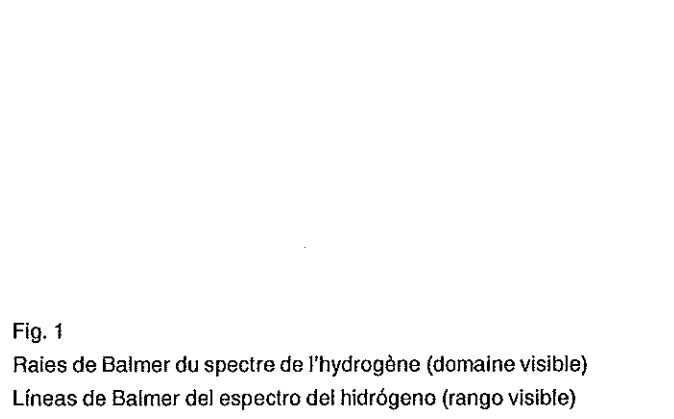

Fig. 1
4. Lors de la toute première mise en service, on remarque, en plus du spectre de raies intenses de Balmer, un fond analogue à un spectre de bandes. Ce dernier disparaît au bout d'environ une heure de fonctionnement. Les raies de l'oxygène restent présentes dans le domaine spectral du rouge et celui du vert, mais elles sont de très faible intensité, comparées aux raies de Balmer (cf. fig. 1).
4. En la primera puesta en funcionamiento, se presenta, junto a un fuerte espectro de Balmer, un fondo de bandas, que desaparece después de aproximadamente una hora de servicio. Sin embargo, se mantienen las líneas de hidrógeno en el rango entre el rojo y verde, que comparadas con las líneas de Balmer son muy débiles (ver la fig. 1).